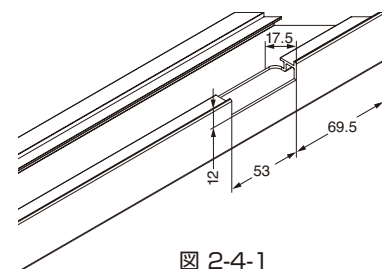

図 2-4-1
④ アルミフレーム扉を組み立てます
(1)長さを■ - (2)で切断したアルミフレーム㉘または㉙の一本に、図 2-4-1 の形状の切込みを、両端に加工します。